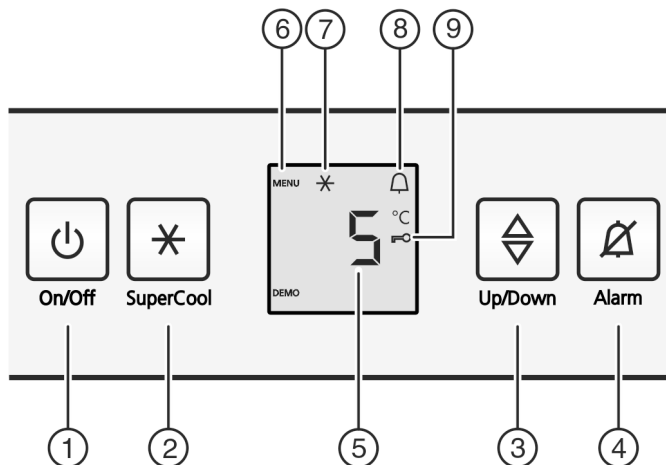

Fig. 2
- ▶ Pulsar tecla On/Off Fig. 2 (1)
- ▶ Pulse la tecla SuperCool Fig. 2 (2) durante aprox. 5 segundos.
- ▷ En el indicador se visualiza el símbolo Menú Fig. 2 (6).
- ▶ Confirme brevemente con la tecla SuperCool Fig. 2 (2).
- ▷ El símbolo de seguridad para niños Fig. 2 (9) se ilumina en el indicador.
- ▶ Pulse brevemente la tecla On/Off Fig. 2 (1).
- ▶ Pulse la tecla Alarm Fig. 2 (4).
- ▶ Acceder a la función de temperatura: pulse la tecla de ajuste Fig. 2 (3).
- ▶ Modificar la temperatura en intervalos de 1 °C: pulse la tecla de ajuste Fig. 2 (3) hasta que se ilumine la temperatura deseada en el indicador de temperatura.